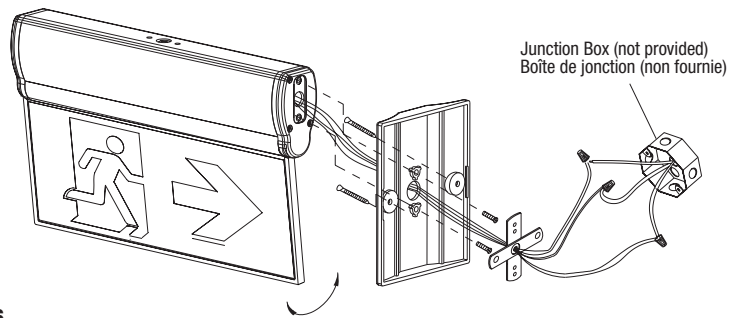

Fig. 6
MONTAGE À L'EXTRÉMITÉ (Fig. 6)
4. Effectuer les branchements électriques appropriés (Fig. 6, Fig. 9).